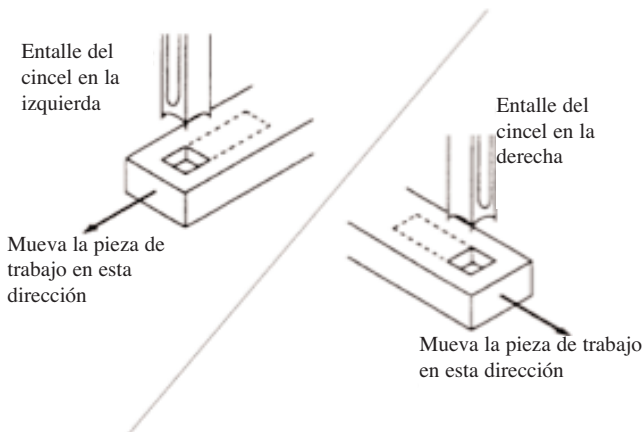

Figura 6
5. Después del primero corte, la pieza de trabajo es movida adelante con el volante derecho para cada corte sucesivo. La dirección de movimiento debe permitir que lascas salgan libremente. Mueva la pieza de trabajo para que el entalle en el cincel suelte las lascas para el lado ya cortado de la pieza de trabajo. Mire la figura 6.